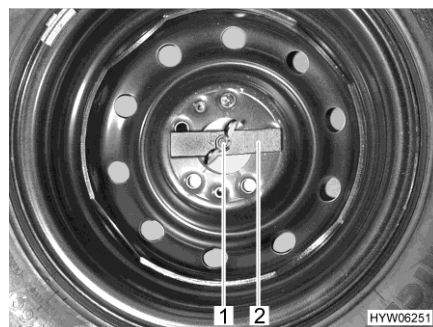

Fig. 187 Roue de secours dans le coffre arrière
- Desserrer l'écrou papillon (Fig. 187,1) à la main et le dévisser.
- Retirer la pièce (Fig. 187,2).